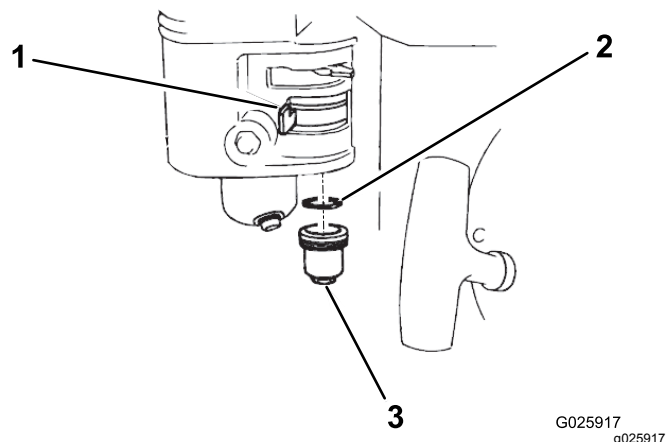

图35
1. 将燃油阀移至“关闭”位置然后取出燃油沉淀杯和 O 形圈图35。